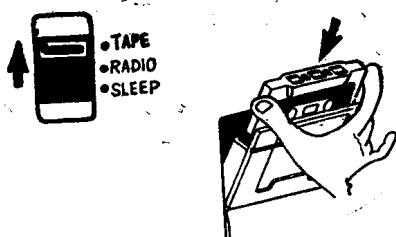

图 1-3
1. 把机能选择开关放在“TAPE”（磁带）的位置，然后把已录音的盒式磁带插入磁带仓内，见图1-3。